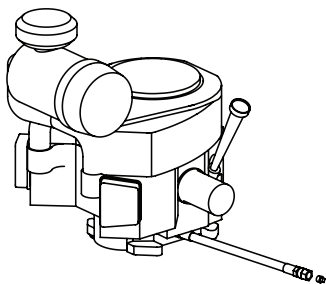

Fig. 20
2. Localisez le tuyau de vidange d'huile sur le moteur (Fig. 20).
4. Tout en maintenant l'extrémité libre du tuyau de vidange d'huile au-dessus du récipient de collecte d'huile, dévissez le bouchon à tête carrée de l'extrémité du tuyau (Fig. 20). Vidangez l'huile moteur dans le récipient de récupération d'huile.